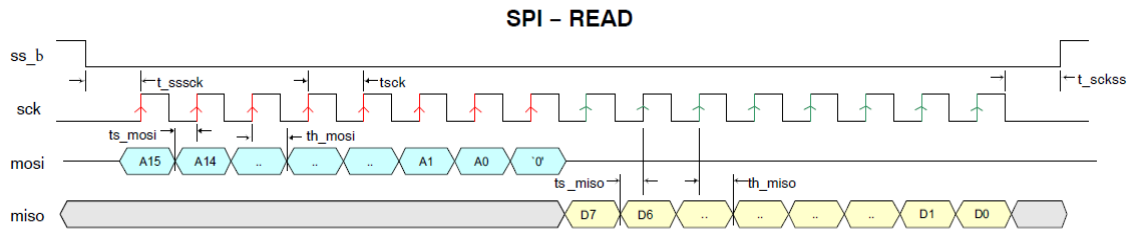

图 1-6 SPI 读时序模式 2（CPOL=0，CPHA=0）
- 3) 当主机对 SC130GS 进行读数据操作时，数据在时钟下降沿被采样（即读数据操作时 CPOL=0，CPHA=1）。若寄存器 0x3101 的 bit[4] 从默认值 0 写成 1，切换至 SPI 读数据模式 2 状态，数据在时钟上升沿被采样（即读数据操作时 CPOL=0，CPHA=0），如图 1-6 所示。